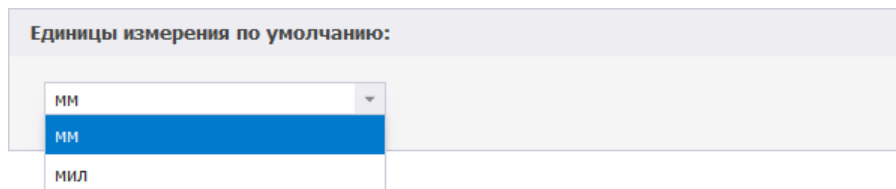

Рис. 47 Выбор единиц измерения
1. Выберите и переключите используемые единицы измерения с помощью выпадающего списка в поле «Единицы измерения по умолчанию» (см. Рис. 47).